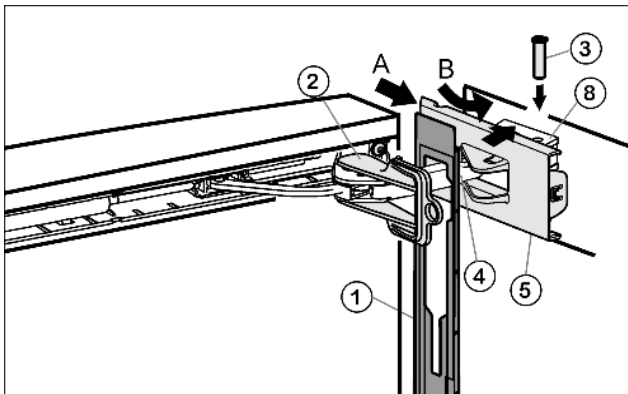

Fig. 18
- ▶ Навесьте накладку Fig. 18 (1) на амортизационную скобу Fig. 18 (4) таким образом, чтобы передние защелки показывали во внутрь, а передняя сторона была направлена к устройству.
- ▶ Отодвиньте (A) крышку Fig. 18 (5) снаружи и поверните (B) через опорную деталь Fig. 18 (8).
- ▶ Установите крышку Fig. 18 (5) и защелкните ее до первого фиксатора.
- ▶ Притяните амортизационную скобу Fig. 18 (4) к опорной детали и сверху вставьте палец Fig. 18 (3) таким образом, чтобы квадратная головка сидела в углублении.
- ▶ Теперь полностью защелкните крышку Fig. 18 (5) на опорной детали Fig. 18 (8).
- ▶ Поворотом снимите фиксатор Fig. 18 (2).
- ▶ Защелкните накладку Fig. 18 (1) на дверце.